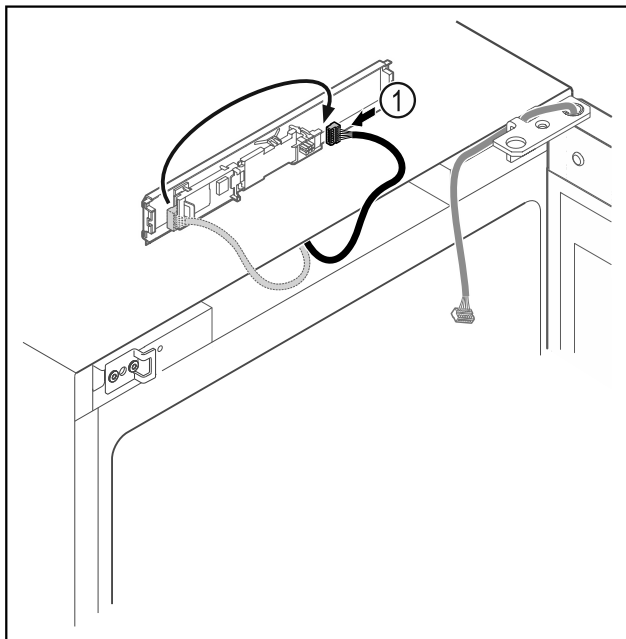

Fig. 21
- Flyt stikket Fig. 21 (1) på printkortet.